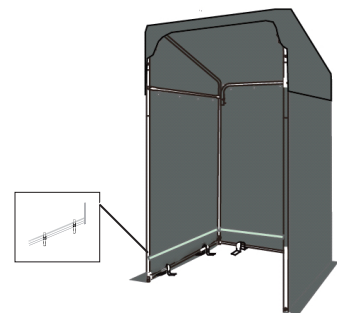

Fig. 5
- b. Se servir de ceinture pour lacer la toile latérale à la structure sur les deux autres côtés (voir fig. 5).
- Use belt to lace the side cover to the frame. (See Fig. 5)